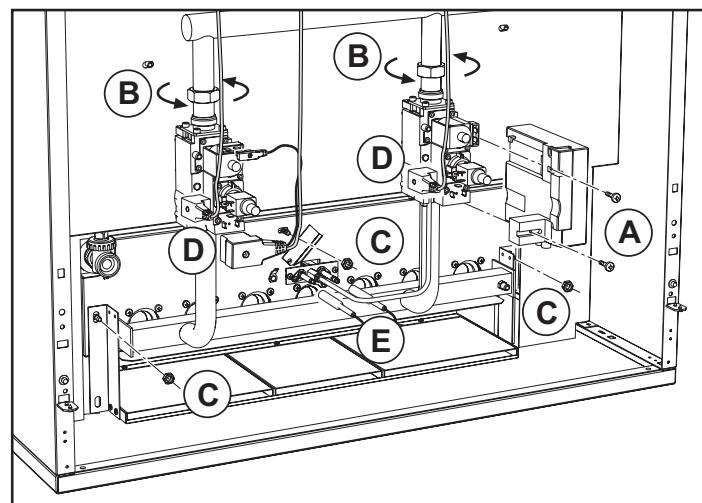

fig. 10 -
- Desfaceți cele două șuruburi (A, fig. 10 și 11) care fixează unitatea electronică de control al flăcării la valva de gaz și scoateți-o de pe aceasta.
- Desfaceți șuruburile care fixează conexoarele (D) la valvele de gaz și scoateți-le de pe acestea.
- Deconectați cablurile (E) pentru aprindere și ionizare de la grupul de electrozi.
- Deșurubați piulițele (B) care fixează țeava de alimentare cu gaz din amonte de valvele de gaz.
- Deșurubați piulițele (C) care fixează ușa camerei de ardere de elementele din fontă ale centralei.